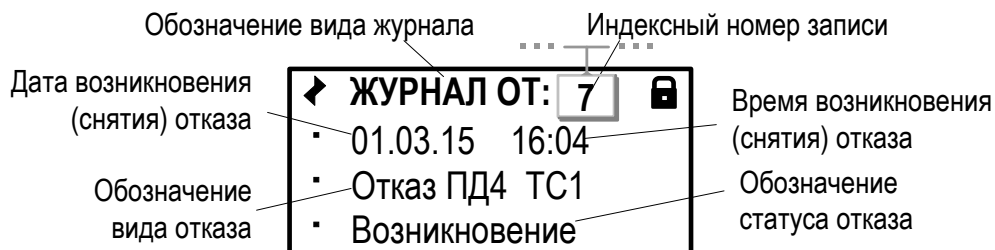

Рис.44. Вид окна индикации «Журнала отказов датчиков».
8.3.3. **Журнал Отк. датч.** и **Журнал НС** имеют одинаковую структуру (рис.44).